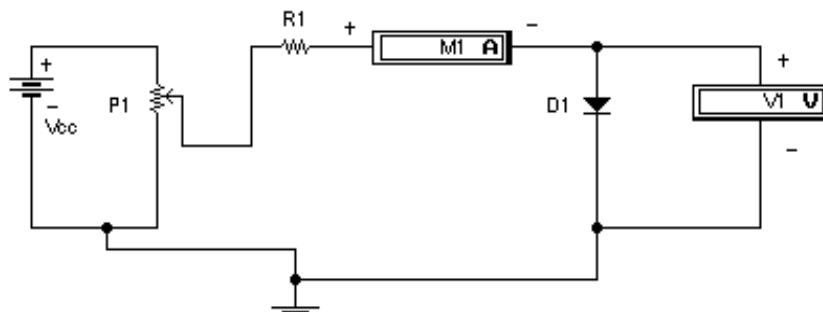

Figura 4
3.2.1 – Monte o circuito da figura 4